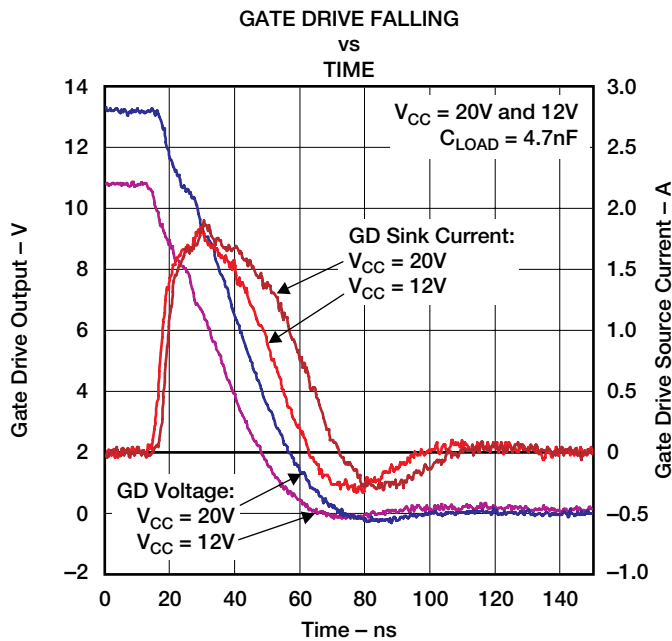
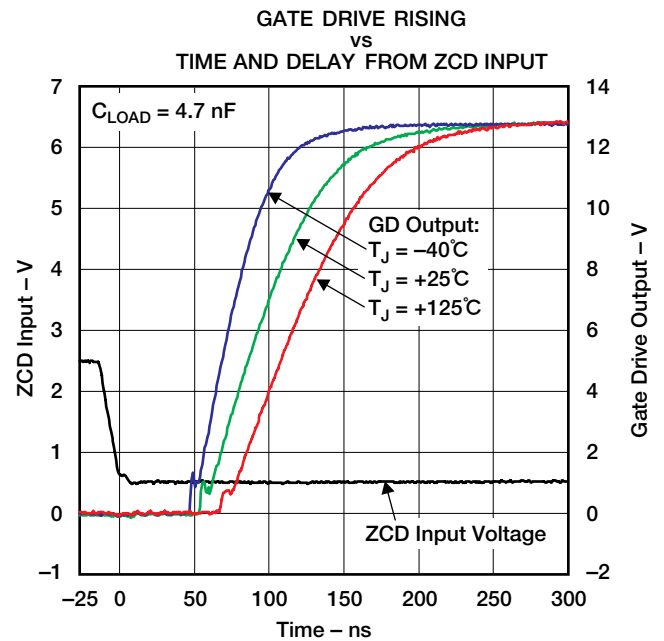
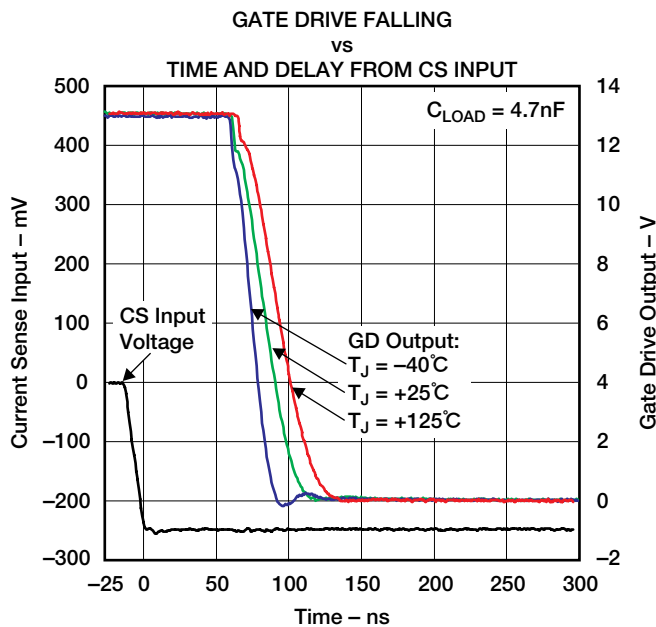

図13
図14
図15
(2) 代表的なゲート波形については代表的特性の図12、図13、図14、図15を参照してください。